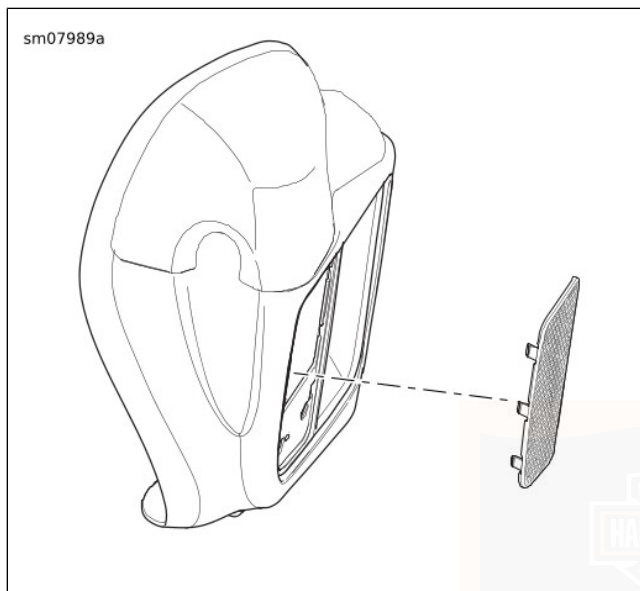

Figure 60. Panneau de grille du carénage inférieur
1. Voir Figure 60 . Retirer la grille extérieure du carénage inférieur.